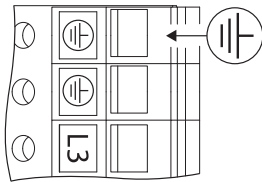

Fig. 29: Puesta a tierra adicional
- Dada la intensidad de la corriente de derivación en los motores a partir de 11 kW, según EN 61800-5-1:2008-04 se ha de conectar una puesta a tierra adicional y reforzada (véase la Fig. 29).